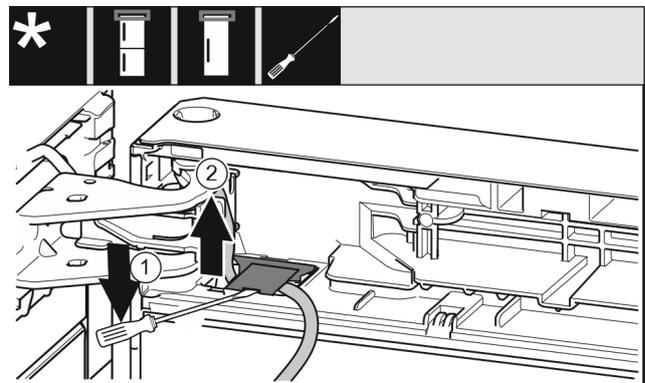

Fig. 12
- ▶ Mit dem Schlitzschraubendreher die Abdeckung anheben und herausziehen. Fig. 12 (1)
- ▶ Das Kabel herausziehen. Fig. 12 (2)